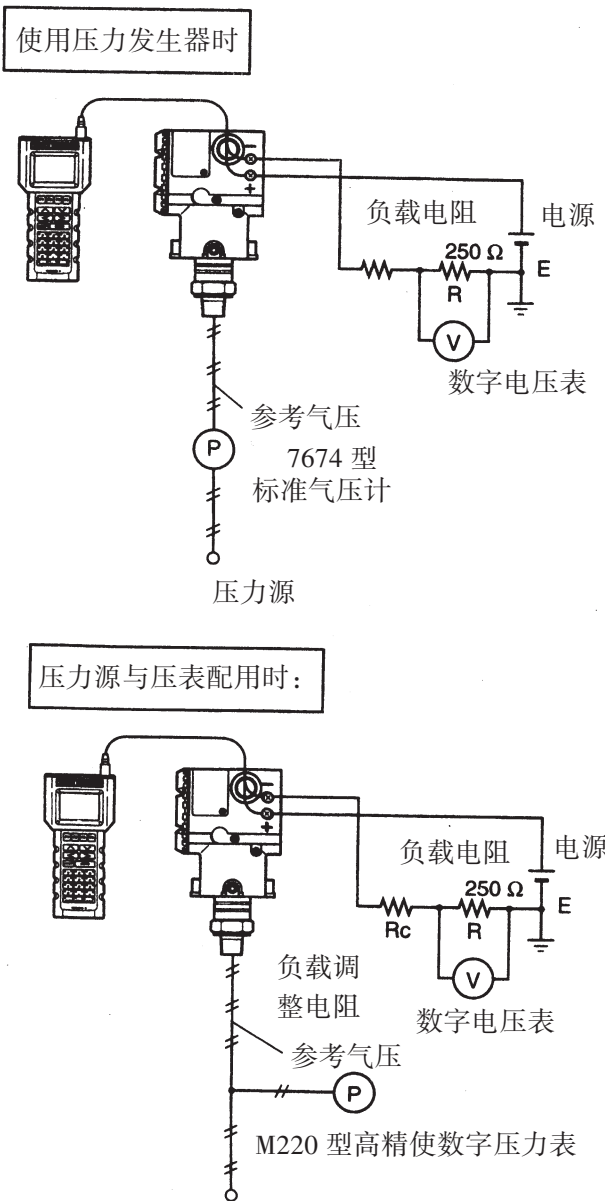

图 9.3.1 仪表连接
1)按图 9.3.1 所示,连接好各仪表、并通电预热至少五分钟。